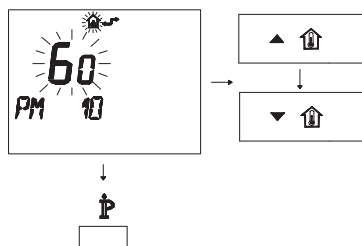

Figura 5.52
- Per modificare il SET programmato agire sui pulsanti o e aspettare che il numero programmato cominci a lampeggiare (Figura 5.52).